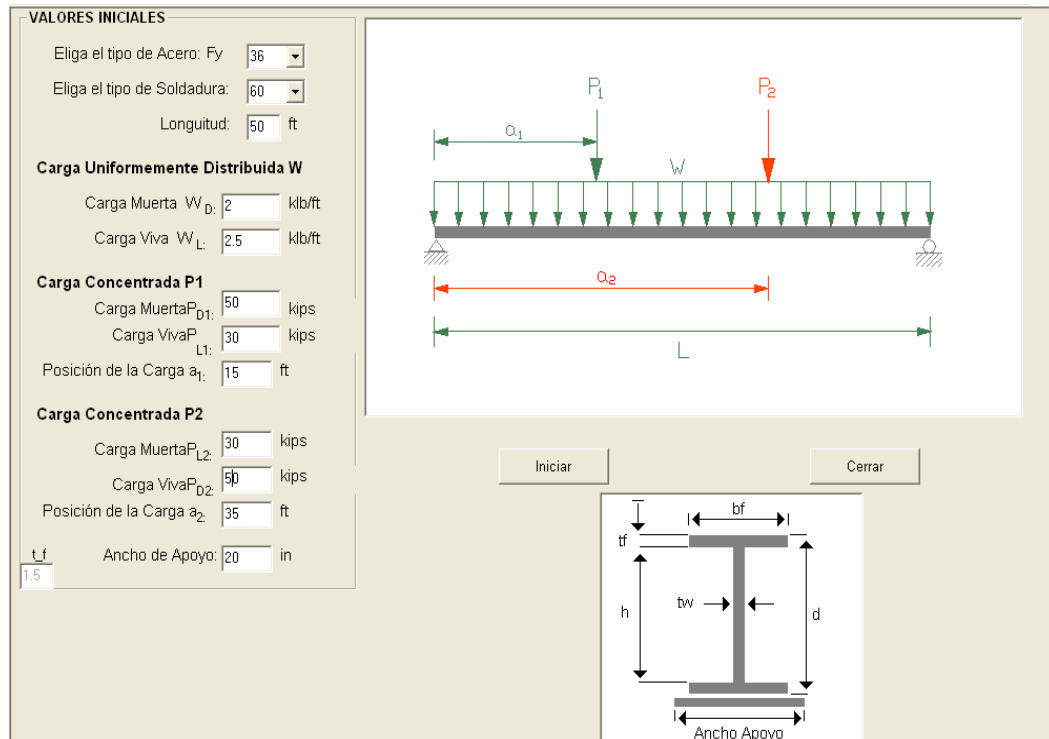

Figura 6.14 Captura de Datos.
1. La captura de los datos se muestra en la Figura 6.14.